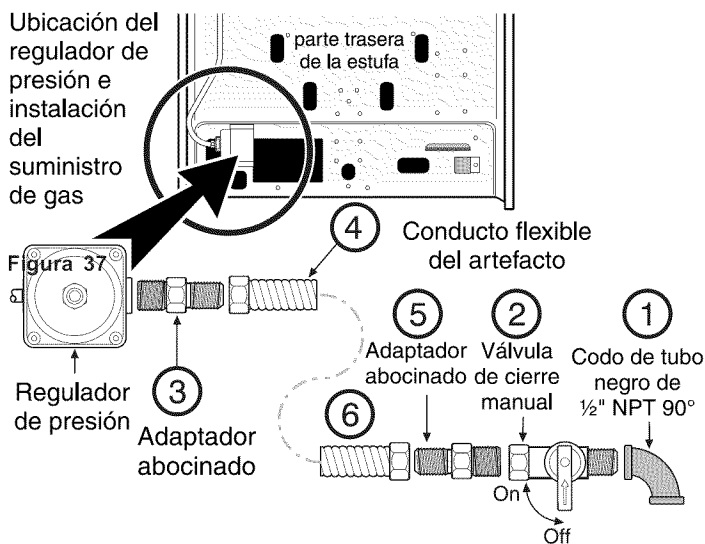

Fig. 33
Esta estufa ha sido ajustada para funcionar a una presión de 4" (columna de agua) del gas natural en el colector. Un regulador de presión ha sido conectado al colector y **DEBE** ser conectado en serie con la tubería de suministro de gas (Consulte la Fig. 33).
- 1.) Instale un codo de tubo negro de ½" NPT 90° al tubo corto de suministro del gas (Ver Fig. 33)
- 2.) Instale una válvula externa de cierre del gas (manual) en la tubería de suministro del gas en una ubicación de fácil acceso, fuera de la estufa. Asegúrese de estar informado como y donde se cierre el suministro de gas a la estufa (Fig 33).
- 3.) Instale un adaptador abocinado\* en el regulador de presión del gas (Fig. 33).
- 4.) Instale el conducto flexible del artefacto en el adaptador abocinado en el regulador de presión (Fig 33).
- 5.) Instale un segundo adaptador abocinado\* en la válvula de cierre externa manual (Fig 33).
- 6.) Instale el conducto flexible del artefacto en el adaptador abocinado en la válvula de cierre (Fig 33).